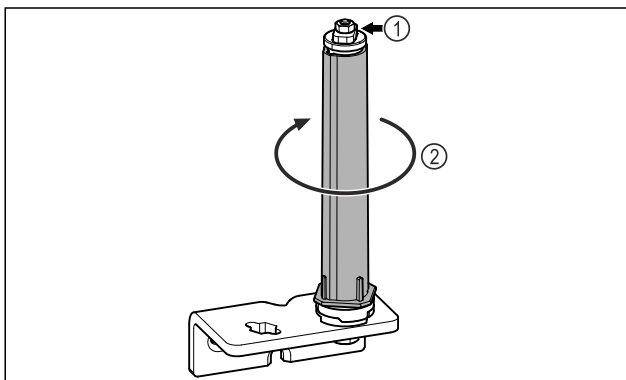

Fig. 21
- ▶ Türschließsystem Fig. 21 (1) nicht zerlegen.
- ▶ Schließsystem Fig. 21 (2) drehen, bis es klickt.